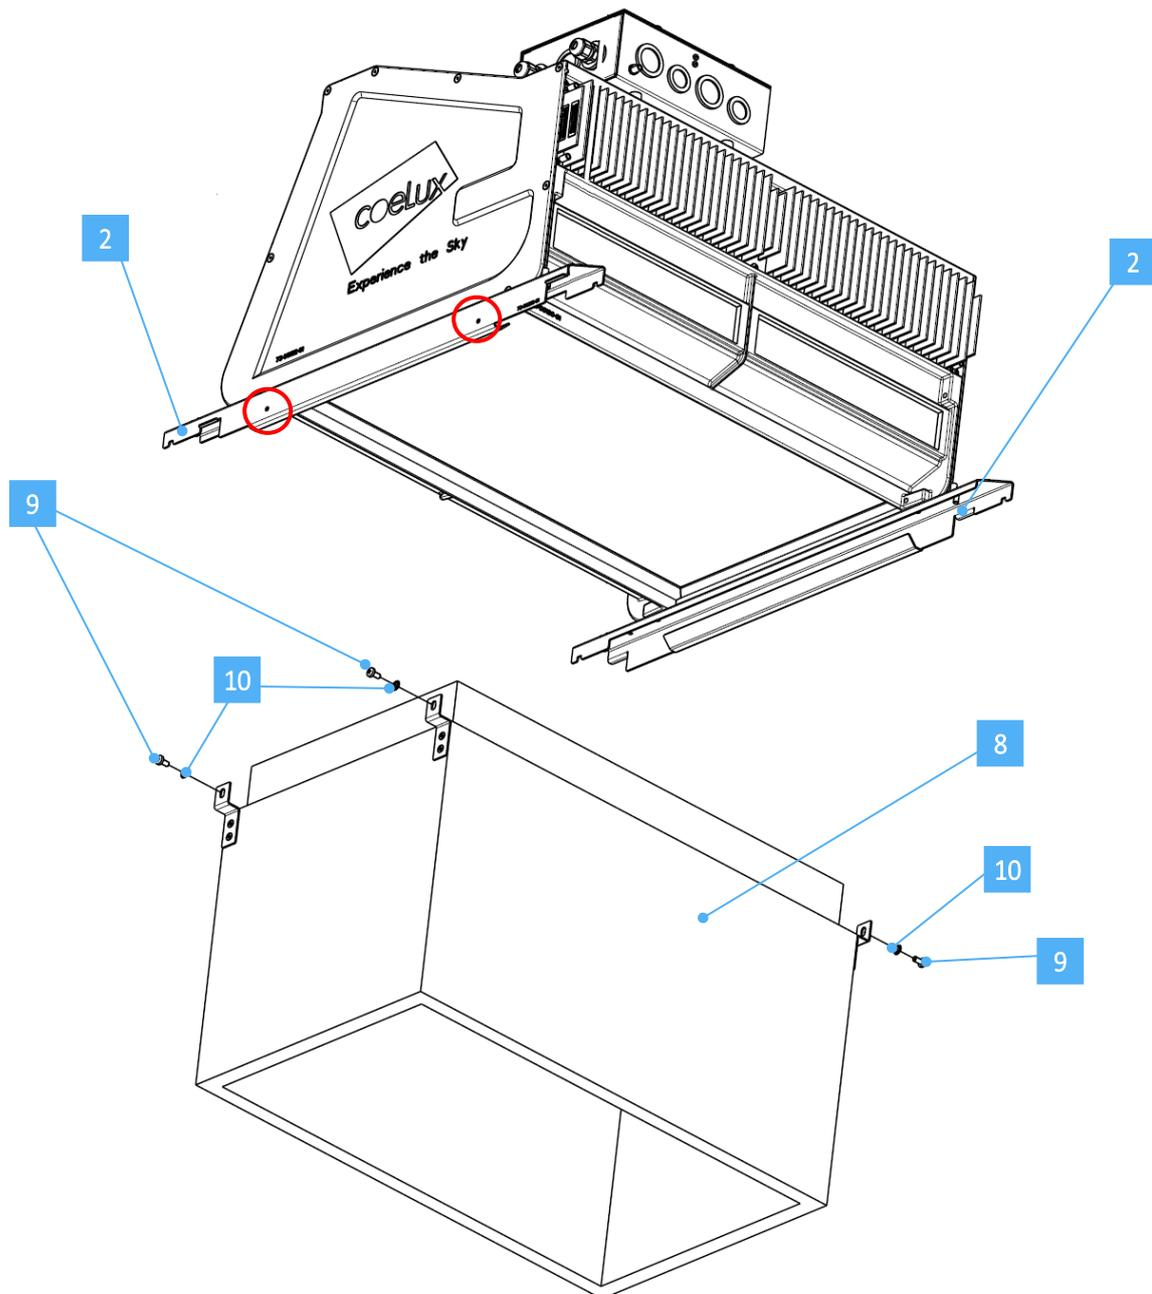

Fig. 9
- A. Sortir le *louvre IBLA* [8] (PN: 73-00035-01) de sa boîte et le monter aux barres de soutien [2] en utilisant les vis taraudeuses [9] et les rondelles [10] M5 fournies (les trous sur les barres de soutien sont déjà prévus, voir cercles rouges sur la Figure 9).